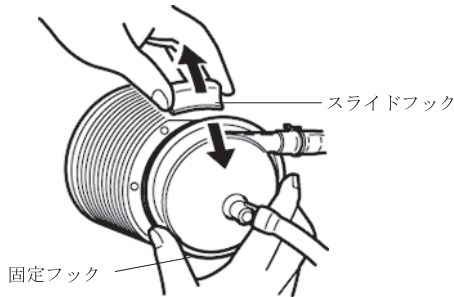

図 1
2. 本品を適応駆動装置のドライブモーターに装着する。スライドフックの動きに問題がないことを確認し、本品のリブを固定フックにさし込む（図1）。